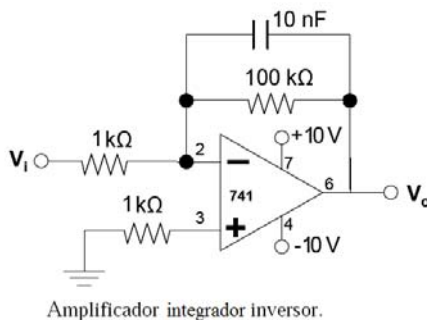

Fig. 1
- Montar e energizar o circuito da Fig. 1